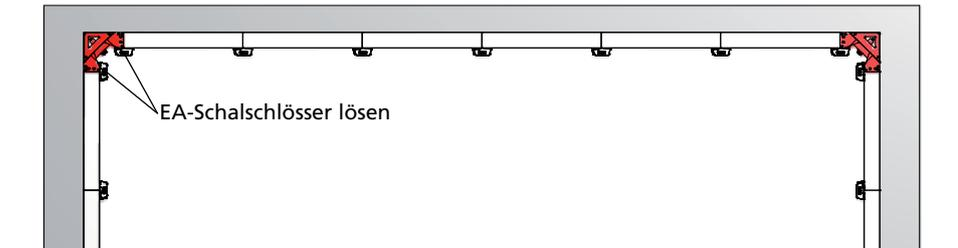

Abb. 24.1
1. Nach der Betonage EA-Schalschlösser an Ausschalecke entfernen (Abb. 24.1).